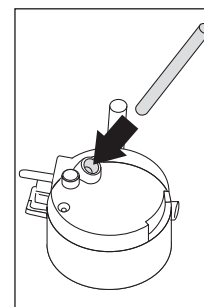

Fig. 31
- ▶ Fare attenzione che il tubo di pescaggio sia ben inserito nel gommino (Fig. 31) quindi rimettere il coperchio al contenitore latte.